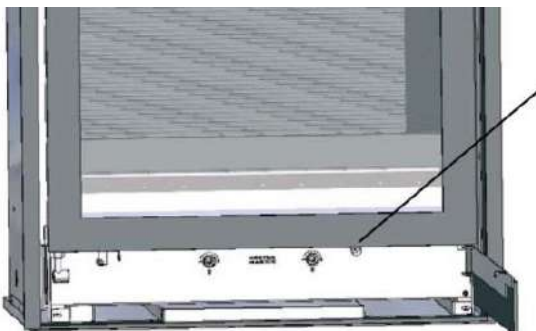

Afb. 29
**Belangrijk:** In geval van een slechte trek en/of een onvoldoende vuurresten, is het sterk aangeraden om een beetje lucht toe te laten langs onder om zo het verwarmingstoestel op zijn normaal functie ritme te laten komen. (soms meer dan een uur). *Afhankelijk van het model wordt een blindrooster geleverd dat zich onder het rooster bevindt (afb. 29). Verwijder de blindrooster in geval van slechte trek.*
Het is wenselijk de aslade leeg te maken wanneer het apparaat niet in werking is. Om de as te verwijderen laat u ze door het rooster in de aslade vallen, met behulp van het meegeleverde gereedschap. Als de kachel over een blindrooster beschikt dan moet u deze er eerst uithalen voordat u de assen gaat reinigen. Het is onder het rooster (afb. 29).